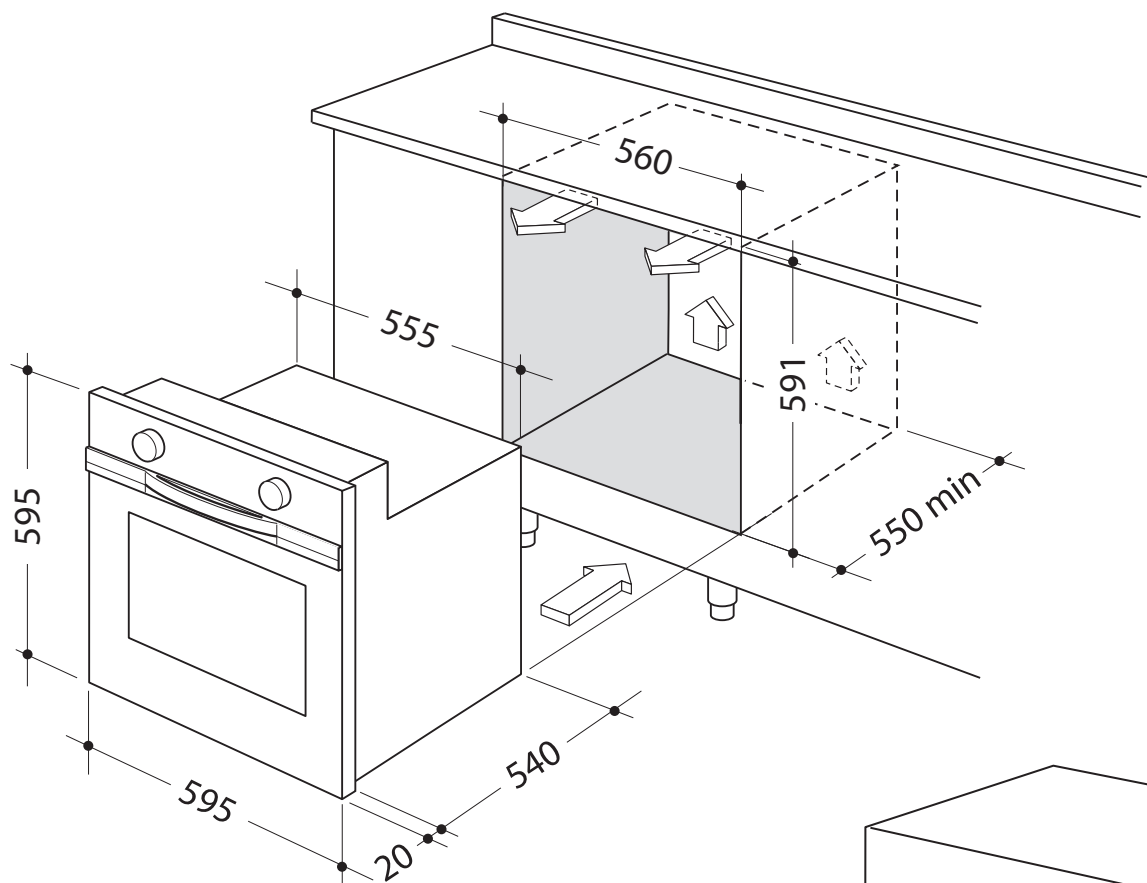

Рис. 5.1a
- Для установки необходимо предусмотреть отделение, изображенное на Рис. 5.1a и 5.1b.